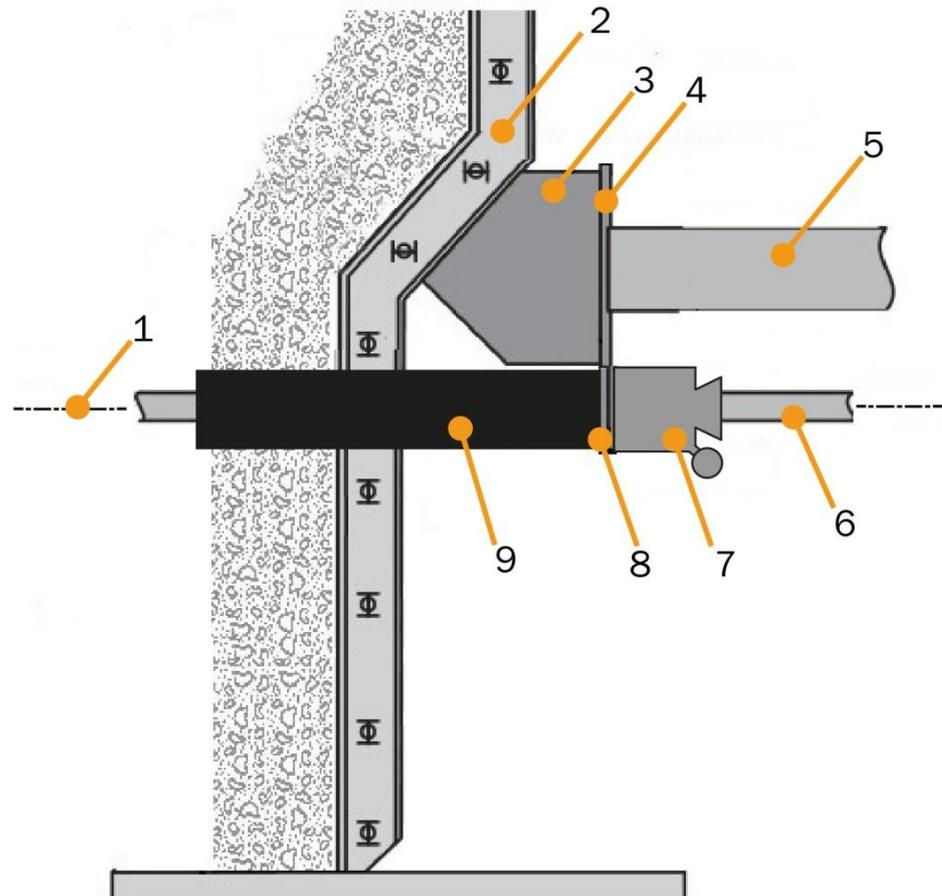

Abb. 19: Montage der Ausfahrvorrichtung
- ▶ Die Montageplatte an der Außenwand des Drehrohrofens mit einer Winkelplatte aus Stahlblech oder ähnlichem Stabilisierungsmaterial verbinden, siehe Abb. 19: „Montage der Ausfahrvorrichtung“, Seite 33.